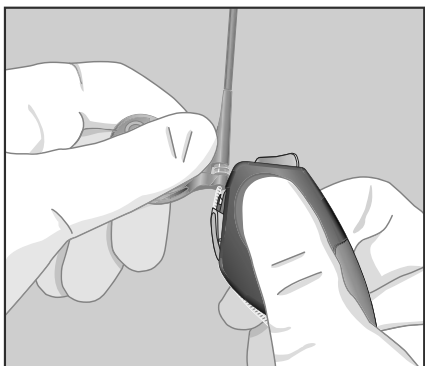

Abb. 3: Slitter Tool in gleicher Ebene zum Kathetergriff halten.
- 5 Griff des Katheters an der Klinge des Slitter Tools ansetzen - siehe Abbildung 3.
Hinweis: Achten Sie beim Einsatz des Slitter Tools darauf, dass der Führungskatheter geradlinig am Slitter Tool entlang bewegt wird (Abb. 3).